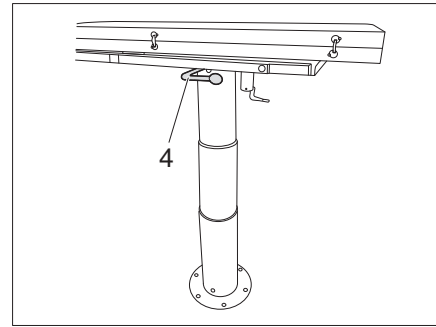

Fig. 118 Mesa plegable, abatible
- Soltar la palanca (Fig. 118,4) para bajar la mesa y presionar la mesa hacia abajo.